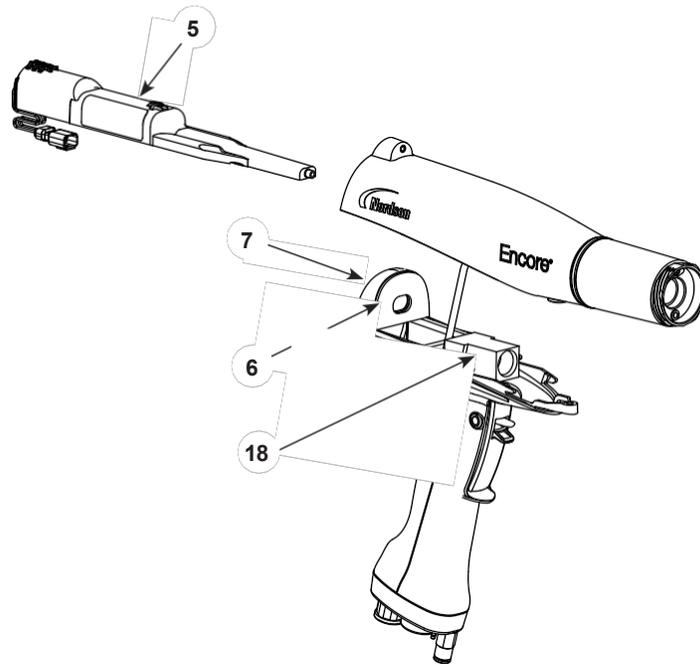

Abbildung 14 Entfernen des Netzteils aus dem Pistolengehäuse
1. Siehe Abbildung 14. Schieben Sie das Netzteil (5) aus dem Pistolengehäuse.
2. Prüfen Sie die Dichtung (6) auf der Rückseite des Schotts (7). Ersetzen Sie sie, wenn sie beschädigt ist.
4. Montieren Sie den Griffsockel auf den Griff und die Bodenplatte und sichern Sie ihn mit den beiden M3 x 20 Schrauben (12).
5. Siehe Abbildung 14. Montieren Sie das Winkelstück auf das Einlassrohr, wobei das Ende wie abgebildet Vorderseite der Pistole zeigt.
1. Siehe Abbildung 14. Richten Sie den Pistolenkörper mit dem Griff aus und schieben Sie sie zusammen, wobei die inneren Rippen des Pistolenkörpers in die Griffnasen eingreifen.